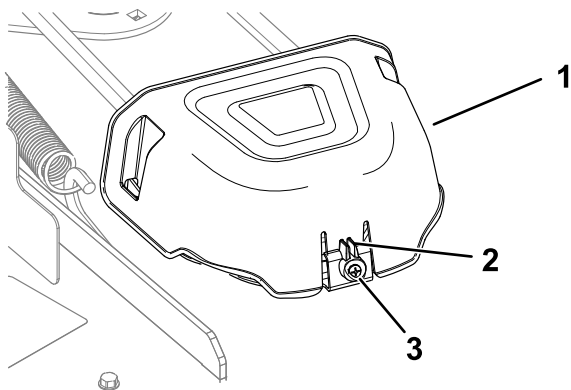

Figure 53
- Desserrez la vis et enfoncez la languette sur le couvercle pour déposer les couvercles de poulie (Figure 53).